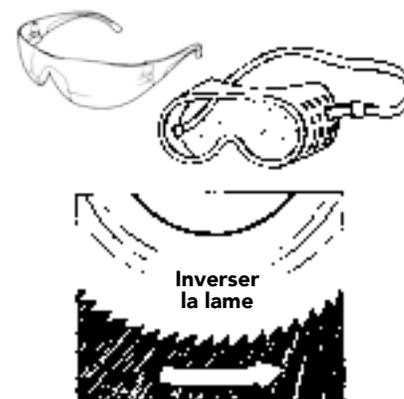

Figure 19
- Scie circulaire : Toujours utiliser une lame à denture fine, à coupe inversée, pour favoriser un mouvement fluide de la lame et une coupe nette, surtout par temps froid (Figure 19). Couper lentement. Ne pas tenter de couper d'autres matériaux que le vinyle avec une lame à coupe inversée.